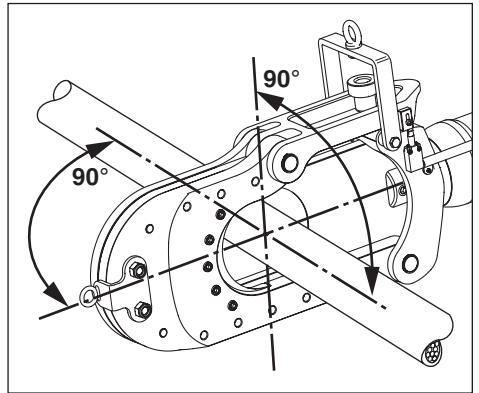

图 8，在切割头中放置切割材料
将切割材料放置在切断机刀片之间，使其与活塞轴垂直，如图 8 所示。这样能确保最佳的切割质量，同时使切断机的负载达到最少。
5. 将切割材料放置在固定刀片和移动刀片之间。确保切割材料与活塞轴垂直，如图 8 所示。如需获取更多信息，请参见第 8.5 节的说明。